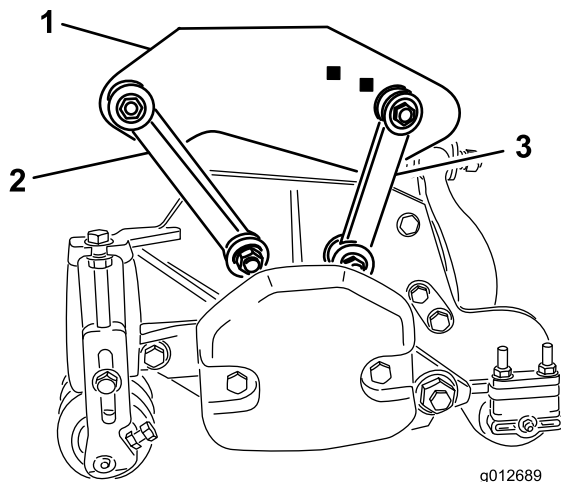

Figura 19
- Fissate i tiranti di montaggio anteriori nei fori del telaio portante con un bullone (3/8 x 2-1/4 poll.), 2 rondelle piane e un dado di bloccaggio, come mostrato in Figura 19. Posizionate una rondella su
- Fissate i tiranti di montaggio posteriori nei fori del telaio portante posteriore con un bullone (3/8 x 2-1/4 poll.), 2 rondelle piane e un dado di bloccaggio, come mostrato in Figura 19. Posizionate una rondella su ogni lato del tirante durante il montaggio. Serrate i fermi a 42 Nm.